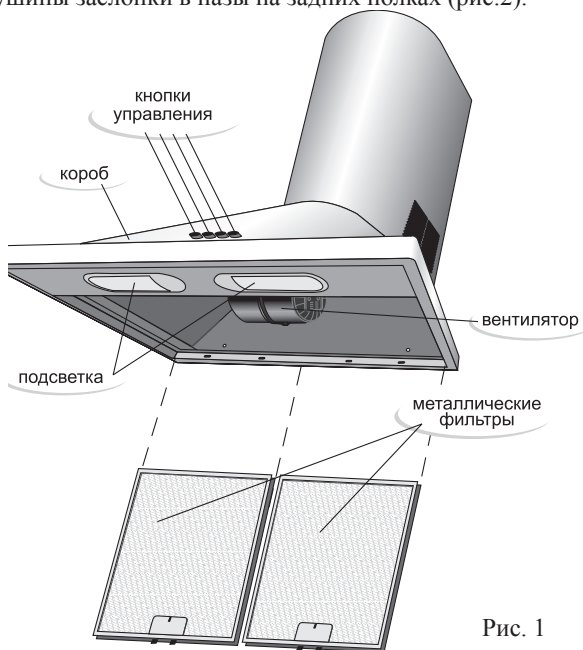

Рис. 1
- 5.1 Внутри короба воздухоочистителя (рис.1) располагаются вентилятор и узел подсветки. Снизу короб закрывается металлическим фильтром. На передней поверхности короба расположены кнопки управления работой воздухоочистителя. В верхней полости короба воздухоочистителя (рис.5) находится фланец для отвода очищенного воздуха.